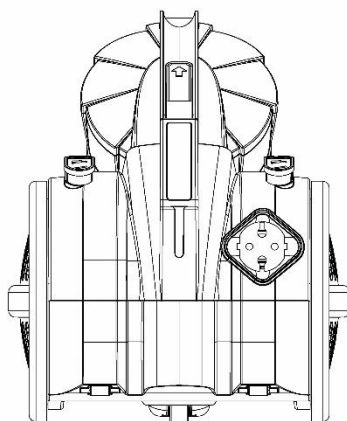

Рис.8
2. Зніміть контейнер для збору пилу разом із системою чищення, для цього натисніть на кнопку блокування і потягніть контейнер на себе, тримаючи його за ручку. (Рис.8)